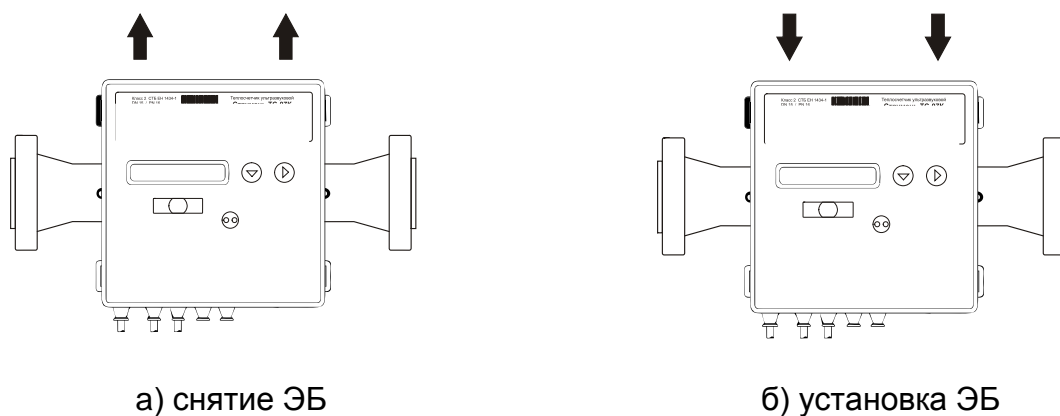

Рисунок 2.3 – Снятие и установка ЭБ с дисплеем
2.7.5 Для снятия электронного блока с дисплеем с ППР потяните вверх корпус электронного блока и снимите его (рисунок 2.3).